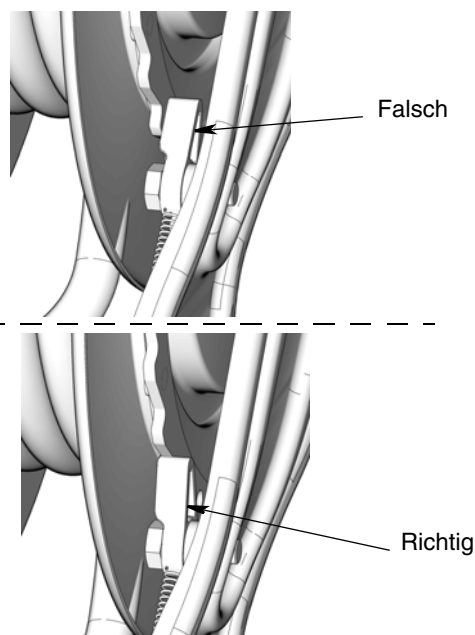

ABB. 4
*Die 4 zusätzlichen im Plattenbefestigungssatz mitgelieferten Schrauben (101) und Unterlegscheiben (102) entsorgen. Diese sind nicht stark genug, das Gewicht von Kabelaufroller, Kabel und Zubehör zu tragen und sollten nur für C-Schienen-Befestigungsanwendungen verwendet werden.
2. Darauf achten, dass Sperrhaken nicht verkeilt ist (ABB. 4). (Siehe auch Allgemeine Informationen zur Installation auf Seite 8.)
1. Nur Deckenbefestigung: Kabelaufroller so positionieren, dass die Bodenplatte nach oben zeigt. Darauf achten, dass Sperrhaken nicht verkeilt ist (ABB. 4, 9). (Siehe auch Allgemeine Informationen zur Installation auf Seite 8.)
1. Darauf achten, dass Sperrhaken nicht verkeilt ist (ABB. 4, 9). (Siehe auch Allgemeine Informationen zur Installation auf Seite 8.)